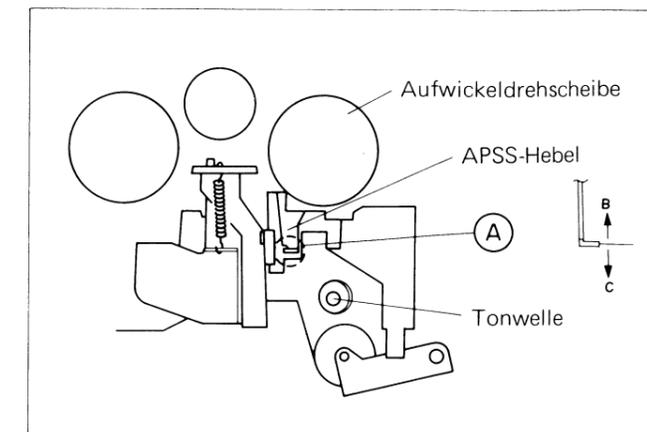

Abbildung 16-1
3. Ist der Hub nicht vorschrittsmäßig, diesen durch entsprechendes Biegen des Teils (A) des APSS-Hebels richtig einstellen.
- (Siehe Abbildung 16-1.)